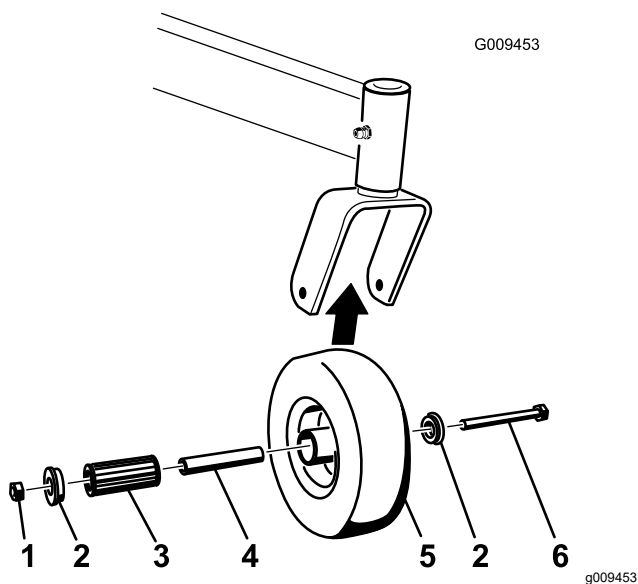

Figura 57
1. Retire la contratuerca y el perno que sujetan la rueda giratoria a la horquilla (**Figura 57**).
- Retire un solo casquillo y tire del casquillo intermedio y del cojinete de rodillos para sacarlos del cubo de la rueda (Figura 57).
- Retire el otro casquillo del cubo de la rueda y limpie la grasa y la suciedad del cubo de la rueda (Figura 57).
Nota: Repare o cambie cualquier pieza dañada o desgastada (Figura 57).
- Coloque un casquillo en el cubo de la rueda (Figura 57).
- Engrase el cojinete de rodillos y el casquillo intermedio y deslícelos en el cubo de la rueda (Figura 57).
- Coloque el segundo casquillo en el cubo de la rueda (Figura 57).
- Instale la rueda giratoria en la horquilla y fíjela con el perno y la contratuerca (Figura 57).
- Apriete la contratuerca hasta que el casquillo intermedio se apoye contra el interior de las horquillas de las ruedas giratorias (Figura 57).